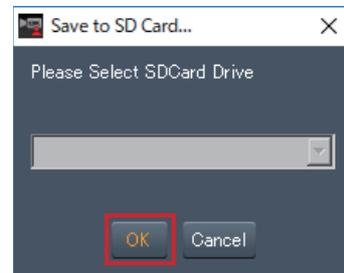

図 2
- 4 保存するUSBメモリを選択し[OK]をクリックする。(図2)